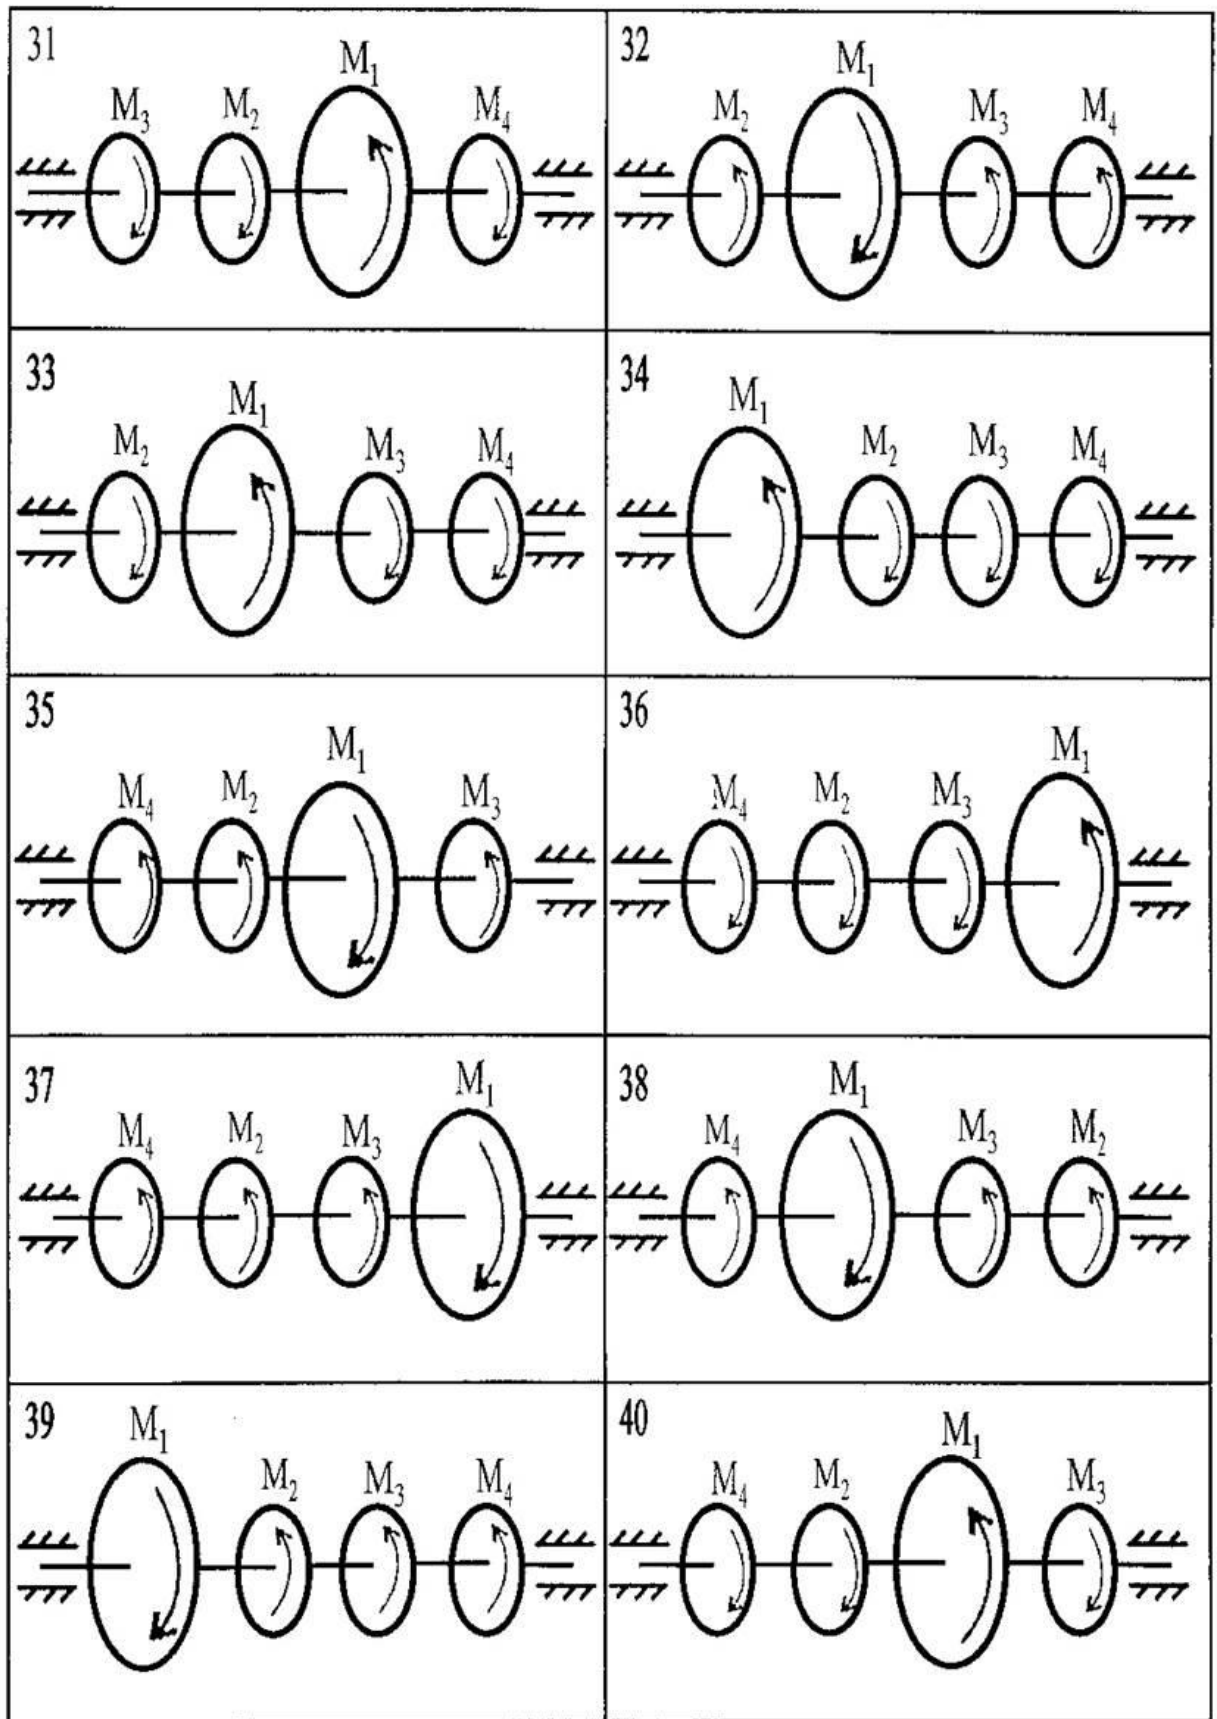

Рис. 4
**ЗАДАЧИ 31–35** (рис.4, табл. 3). Определить диаметр вала в опасном сечении из условия прочности, если допускаемое напряжение на кручение  $[\tau] = 100$  МПа. Передаваемые на вал мощности P1, P2, P3, P4; вал вращается с угловой скоростью  $\omega$ .
**ЗАДАЧИ 36–40** (рис.4, табл. 3). Проверить вал в опасном сечении на прочность при деформации кручения, если допускаемое напряжение  $[\tau] = 100$  МПа. Передаваемые на вал мощности P1, P2, P3, P4; вал вращается с угловой скоростью  $\omega$ .